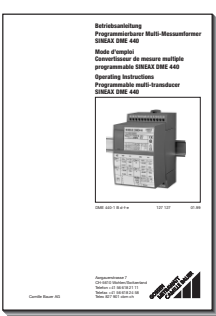

Bild 2
- 1 **Betriebsanleitung** (Bild 2), dreisprachig: Deutsch, Französisch, Englisch